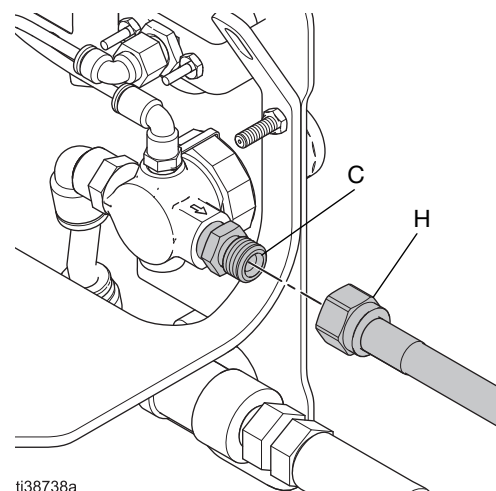

FIG. 5 : Raccordement du flexible d'air au régulateur de pression d'air du pistolet
2. Raccordez l'autre extrémité du flexible d'arrivée d'air du pistolet (H) au régulateur de pression d'air du pistolet (C) ou à la sortie de la vanne d'arrêt d'air (A). Voir FIG. 5.